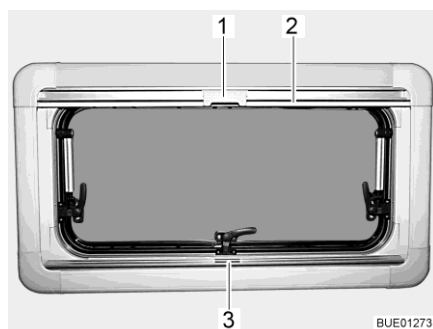
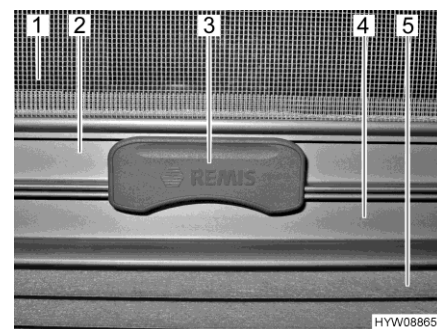

Fig. 17 Finestra apribile
Fig. 18 Aggancio
La tendina oscurante pieghevole (Fig. 18,5) è montata nella cassetta inferiore.
- Afferrare la tendina oscurante pieghevole per la parte centrale della barra di presa (Fig. 17,3 e Fig. 18,4), tirarla dal basso verso l'alto e rilasciarla nella posizione desiderata. La tendina oscurante pieghevole rimane in questa posizione.
La zanzariera a rullo (Fig. 18,1) è montata nella cassetta superiore.
- Tirare la zanzariera a rullo accompagnandola con la barra di presa (Fig. 17,2 e Fig. 18,2) verso il basso, fino a quando la barra di presa non arriva a contatto con la tendina oscurante pieghevole (Fig. 18,4).
- Bloccare l'aggancio (Fig. 17,1 e Fig. 18,3) della zanzariera a rullo nella barra di presa della tendina oscurante pieghevole. Se l'aggancio risulta bloccato, la tendina oscurante pieghevole e la zanzariera a rullo possono essere spostate insieme.
- Premere in alto l'aggancio (Fig. 18,3) sulla zanzariera a rullo.
- Ricondurre lentamente la zanzariera a rullo accompagnandola con la barra di presa (Fig. 17,2).